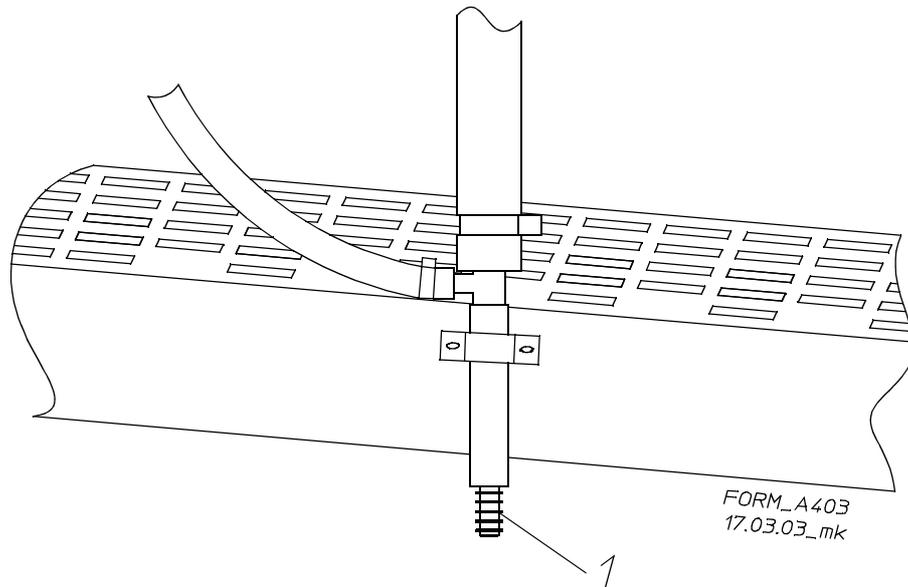

Fig 1-1
Pendant les essais climatiques, le canal numérique »Humidity« est désactivé pendant env. 1 minute. L'électrovanne s'ouvre et l'eau d'humidification polluée est conduite via le tuyau souple du raccord de trop-plein et d'évacuation des condensats → *Fig 1-1 Raccord bonde de sol (page 2)*.
Le temps d'ouverture de l'électrovanne ne peut être réglé. Pendant ce temps, environ 20 à 25 ml d'eau d'humidification s'écoulent via le tuyau souple du raccord de trop-plein et d'évacuation des condensats → *Fig 1-1 Raccord bonde de sol (page 2)*.
- Fixer le tuyau souple du local sur le raccord de trop-plein et d'évacuation des condensats (1) à l'aide d'un collier de serrage → Fig 1-1 Raccord bonde de sol (page 2).